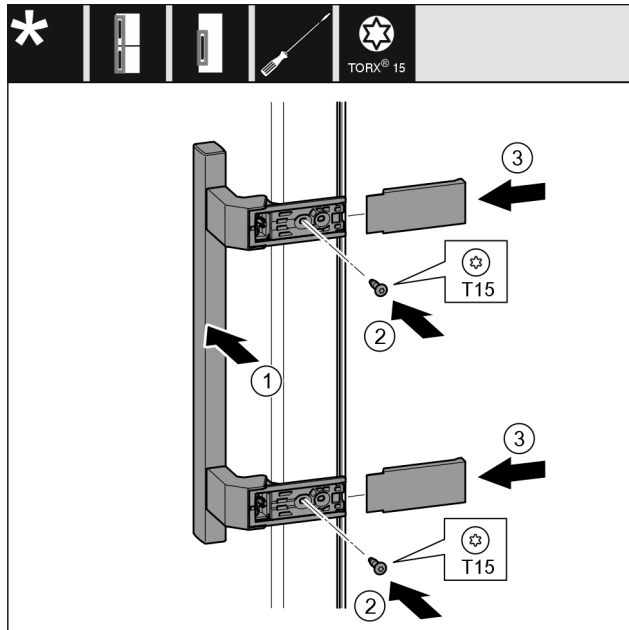

Fig. 25
- Postavite ručku Fig. 25 (1) na suprotnu stranu.
- Odvijačem pritegnite vijke Fig. 25 (2).
- Postavite poklopce Fig. 25 (3) bočno i natakните ih.